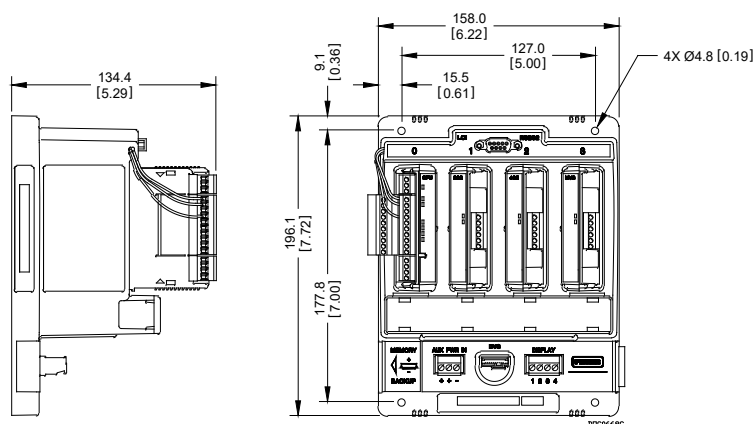

Figura 2. Dimensioni dell'FB107
- Solo unità principale.** Posizionare come desiderato sulla piastra di montaggio dell'alloggiamento e individuare i fori di montaggio sulla piastra usando l'FB107 come una matrice. Per le dimensioni dell'FB107, vedere la *Figura 2*. Forare e maschiare fori di montaggio nella piastra con un maschiatore 8-32 UNC. Posizionare l'FB107 sulle posizioni maschiate e fissarlo alla piastra con le quattro viti 8-32 UNC x 1,00" fornite. Serrare le viti a circa 1,1 - 1,4 N-m.